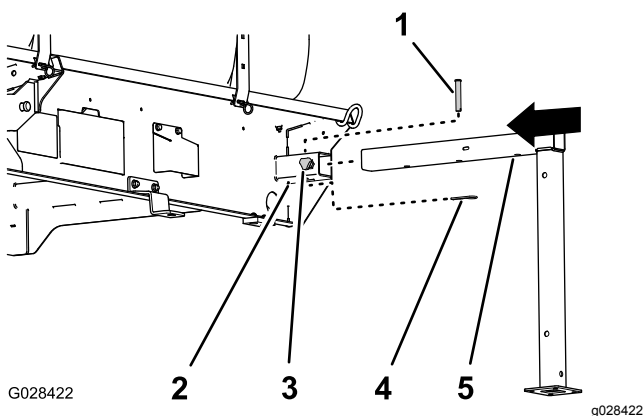

Рисунок 130
- Совместите переднюю подъемную опору с гнездом под опору в передней части бака (Рисунок 130).
трубке подъемной опоры было совмещено с отверстием в верхней части гнезда (Рисунок 130).
- Заверните рукоятку в гнездо, затянув от руки (Рисунок 130).